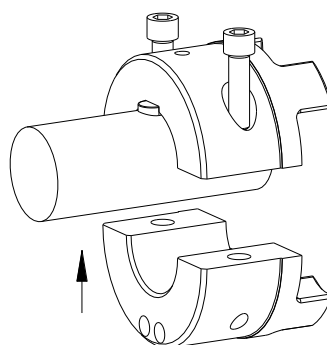

Рис. 8
- Позиционируйте нижнюю половину первой SPLIT-ступицы к верхней половине под валом из (смотри рис. 8). Вверните винты с цилиндрической головкой на несколько витков резьбы.